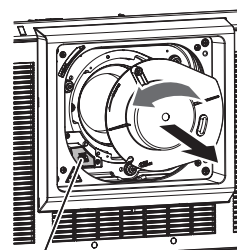

Fig. 2
- 2) **Retirez le cache pour orifice d'objectif. (Fig. 2)**
3) Fixez le cache pour orifice d'objectif fourni. (Fig. 2)